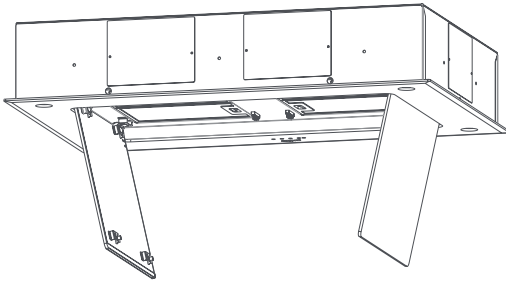

Abb. M2a
- An der Haube die Randabsaugungsplatten abklappen und die Metall-Fettfilter herausnehmen (Abb.M2a + M2b).